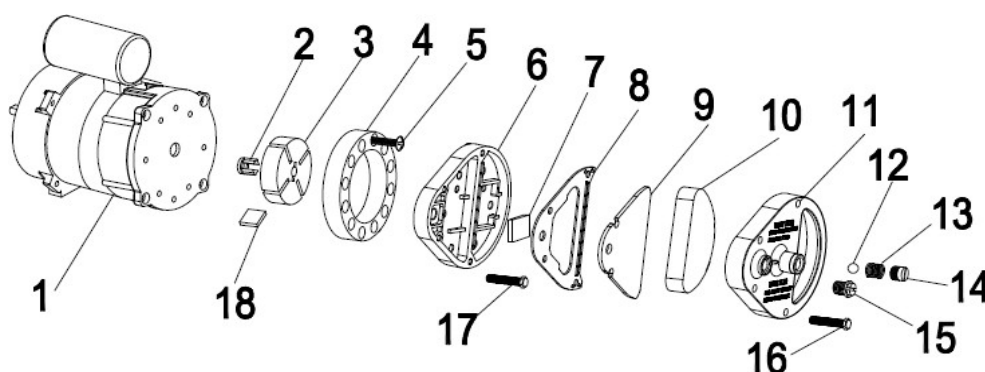

Fig. 3
Limpie los filtros de aire. Retire la tapa del extremo del filtro (11), lave el filtro de admisión de aire (10) con un detergente suave y séquelo cuidadosamente antes de volver a instalarlo. Sustituya el filtro de salida de aire (9) una vez al año (Fig. 3)